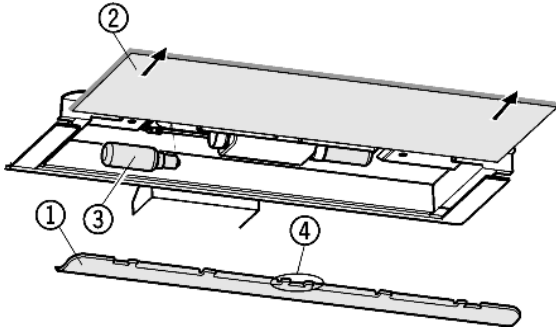

Fig. 16
- ▶ Снятие накладки Fig. 16 (1): сзади возьмитесь пальцем за накладку и снимите её с фиксатора.
- ▶ Извлеките стеклянную полку Fig. 16 (2).
- ▶ Лампу накаливания Fig. 16 (3) заменить.
- ▶ Установка накладки на место: защелкните справа и слева, следя за тем, чтобы средний крюк Fig. 16 (4) захватил стеклянную полку.